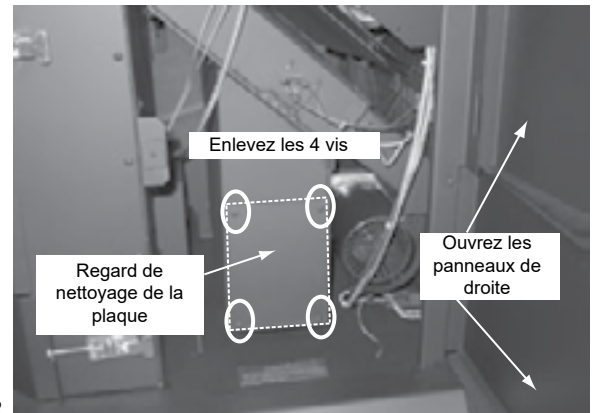

Figure 21.2
- a. Ouvrez les panneaux latéraux de droite inférieurs et supérieurs (**Figure 21.2**).
- b. Utilisez un tournevis à tête cruciforme pour enlever les 4 vis fixant la butée de porte au cadre de montage, et mettez-les de côté (**Figure 21.2**).